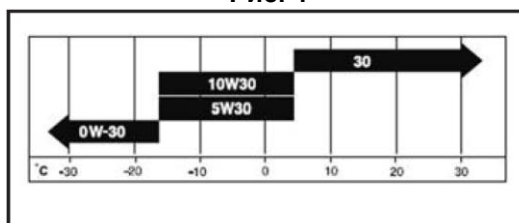

Рис. 5
7.1. Проверка уровня масла в двигателе (Рис. 5, 6)